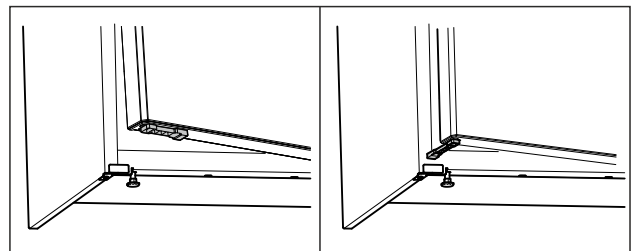

Fig. 56 \*
- ▶ Rrotulloni me 90° kufizuesin e hapjes së derës. (shihni Fig. 56) \*